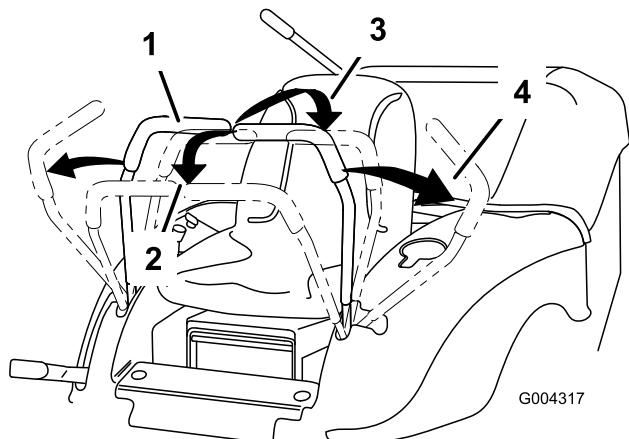

Bild 12
2. Schieben Sie für das Vorwärtselfahren die Fahrantrebshebel langsam vorwärts (Bild 12).
Wenden Sie zum Geradeausfahren auf beide Fahrantrebshebel denselben Druck an (Bild 12).
Verringern Sie zum Wenden den Druck auf den Fahrantrebshebel an der Seite, in deren Richtung Sie wenden möchten (Bild 12).
2. Ziehen Sie zum Rückwärtfahren die Fahrantriebshebel langsam nach hinten (Bild 12).
Wenden Sie zum Geradeausfahren auf beide Fahrantriebshebel denselben Druck an (Bild 12).
Verringern Sie zum Wenden den Druck auf den Fahrantriebshebel an der Seite, in deren Richtung Sie wenden möchten (Bild 12).